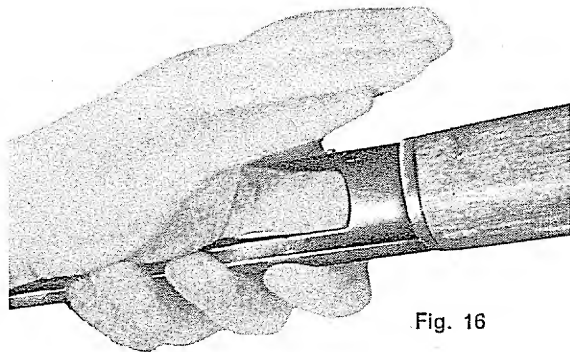

Fig. 16
- b) Lasciare lo svincolo e spingere a fondo col pollice destro le cartucce site nel serbatoio, fino a sentire lo scatto della leva arresto cartuccia (fig. 16).
- b — free carrier latch button; with the right thumb fully press the shells into magazine until shell latch snaps (fig. 16).
- b — relâcher le poussoir du levier d'arrêt de l'élévateur; appuyer sur l'élévateur avec le pouce droit et pousser les cartouches dans le tube magasin jusqu'à ce que celles-ci soient arrêtées par le levier d'arrêt (fig. 16)*